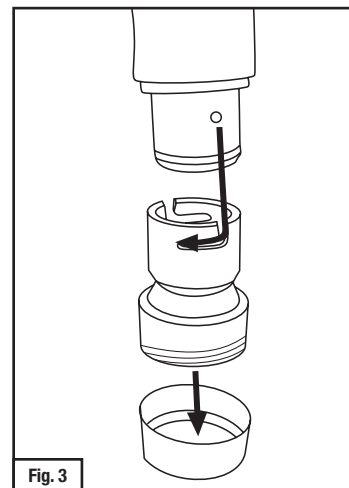

Fig. 3
2. Fixer le tuyau de respiration BT à l'adaptateur en insérant l'extrémité du tuyau de respiration muni de deux broches sur le dessus de l'adaptateur. Tourner ensuite l'extrémité du tuyau pour le verrouiller en place (Fig. 3).